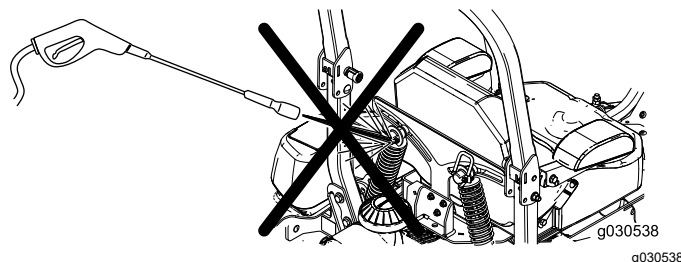

Figure 92
**Remarque:** Ne nettoyez pas les amortisseurs au jet d'eau sous pression (Figure 92).